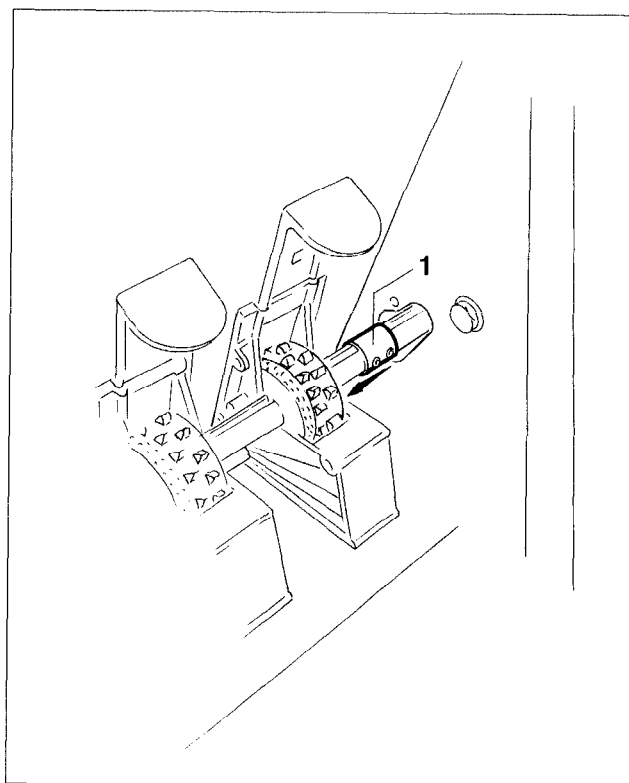

Fig. 7.23
- Die Säwelle ist mit Buchsen (Fig. 7.23/1) mit der Getriebewelle verbunden. Skt.-Schrauben lösen und Buchse (Fig. 7.23/1) auf der Säwelle verschieben. Bei größeren Arbeitsbreiten sind die Säwellen geteilt und ebenfalls mit Buchsen (Fig. 7.23/1) verbunden. Buchsen entsprechend lösen und verschieben.
- Säwelle mit Buchsen (Fig. 7.23/1) verbinden und mit Skt.-Schrauben sichern.